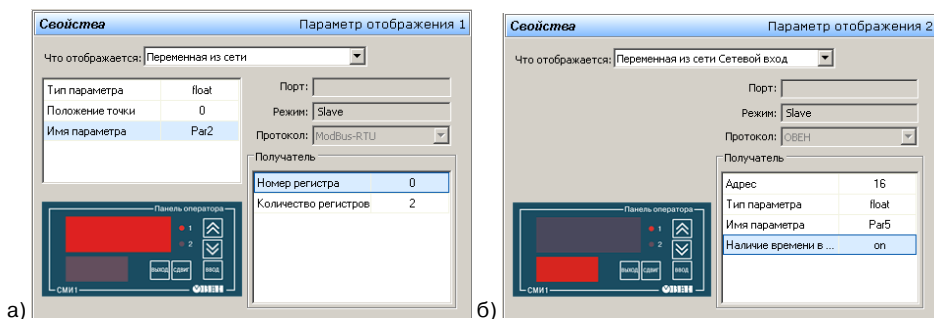

Рисунок 5.8. Свойства параметра отображения типа «Переменная из сети» (а) и «Переменная из сети. Сетевой вход» (б)
2.4 Если в поле «Что отображается» выбрана «**Переменная из сети**», то становится доступна группа полей «Источник», в которой указываются характеристики прибора-источника (прибора, от которого должна быть получена информация об отображаемой переменной), см. рис. 5.8, а. Свойства (характеристики) параметра:
Характеристики параметра (см. рис. 5.8, б):